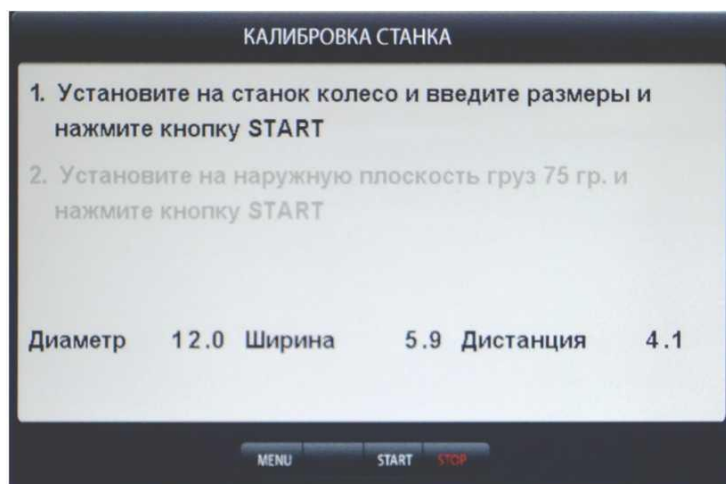

рис.19.1
«Калибровка станка», нажав кнопку 1 в верхнем ряду клавиатуры. Откроется окно КАЛИБРОВКА СТАНКА (рис.19.1).
20.5. Запустите СБ, нажав кнопку «START». После первого цикла в окне рис.19.1 высветится второй пункт «Установите на наружную плоскость калибровочный груз и нажмите кнопку «START».